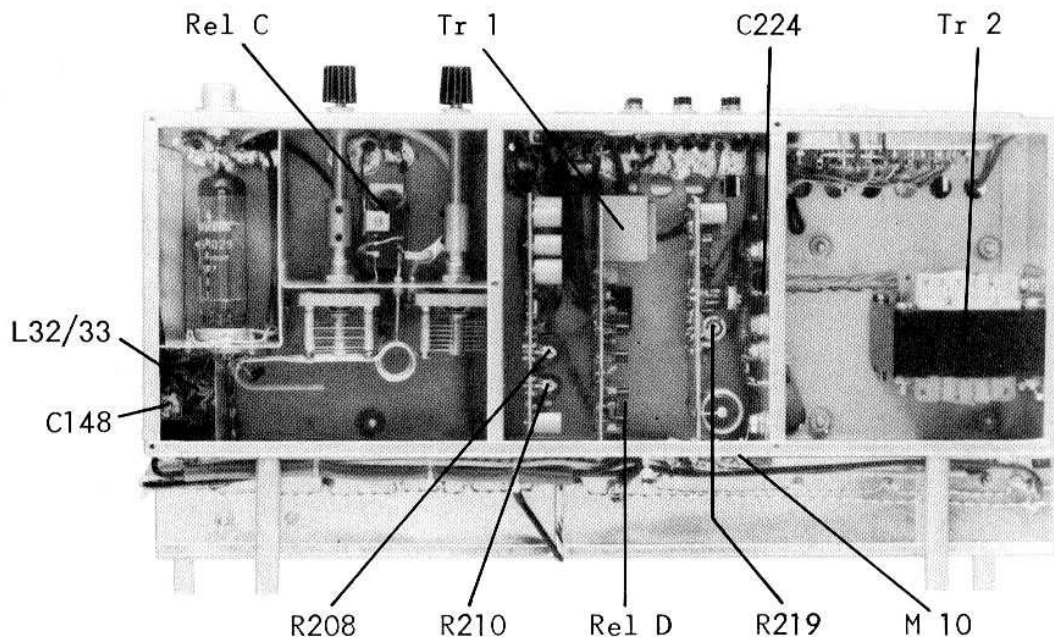

Bild 11 / Figure 11
2. Meßinstrument zwischen 23 V (graue Leitung) und Durchführungskondensator C 224 (Bild 11). Meßbereich 30 bis 50 mA.
2. Connect a milliamperemeter between 23 V (grey wire) and feed-through condenser C224 (Fig.11). 30 to 50 mA range.
5. Modulationsgrad mit R 210 (Bild 11) nach Hüllkurve auf 99% einstellen.
5. Set modulation percentage to 99% with R 210 (Fig. 11) serving the modulation envelope on the scope.